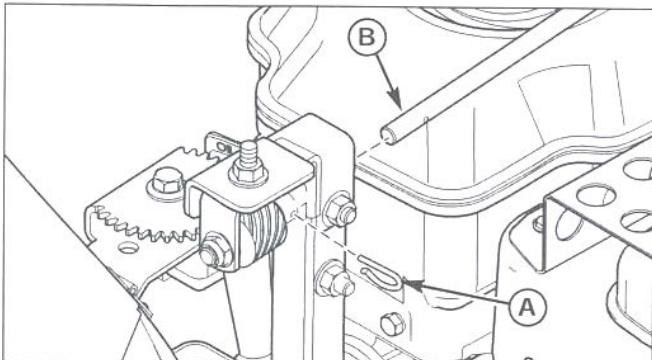

Рис. 31. Снятие вала вращающего механизма
9. Снимите стопор (A, рис. 31) и переместите тягу (B) назад на 7 сантиметров, чтобы вал отделился от червячного привода.
17. Вставьте тягу управления поворотом желоба (В, рис. 31) в червячное колесо и зафиксируйте при помощи стопора (А).